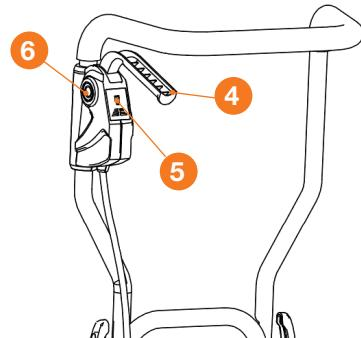

Рис. 6
- Нажатием кнопки **5** (Рис. 6), выберите необходимый режим работы культиватора.
3. Нажмите кнопку блокировки включения **6** (Рис. 6).
4. Продолжая удерживать кнопку блокировки включения **6**, прижмите клавишу включения **4** двигателя к рукоятке (Рис. 6). Двигатель заработает и фрезы начнут вращение.
5. Отпустите кнопку блокировки включения **6**, продолжая прижимать клавишу включения **4** двигателя приступайте к работе (Рис. 6).